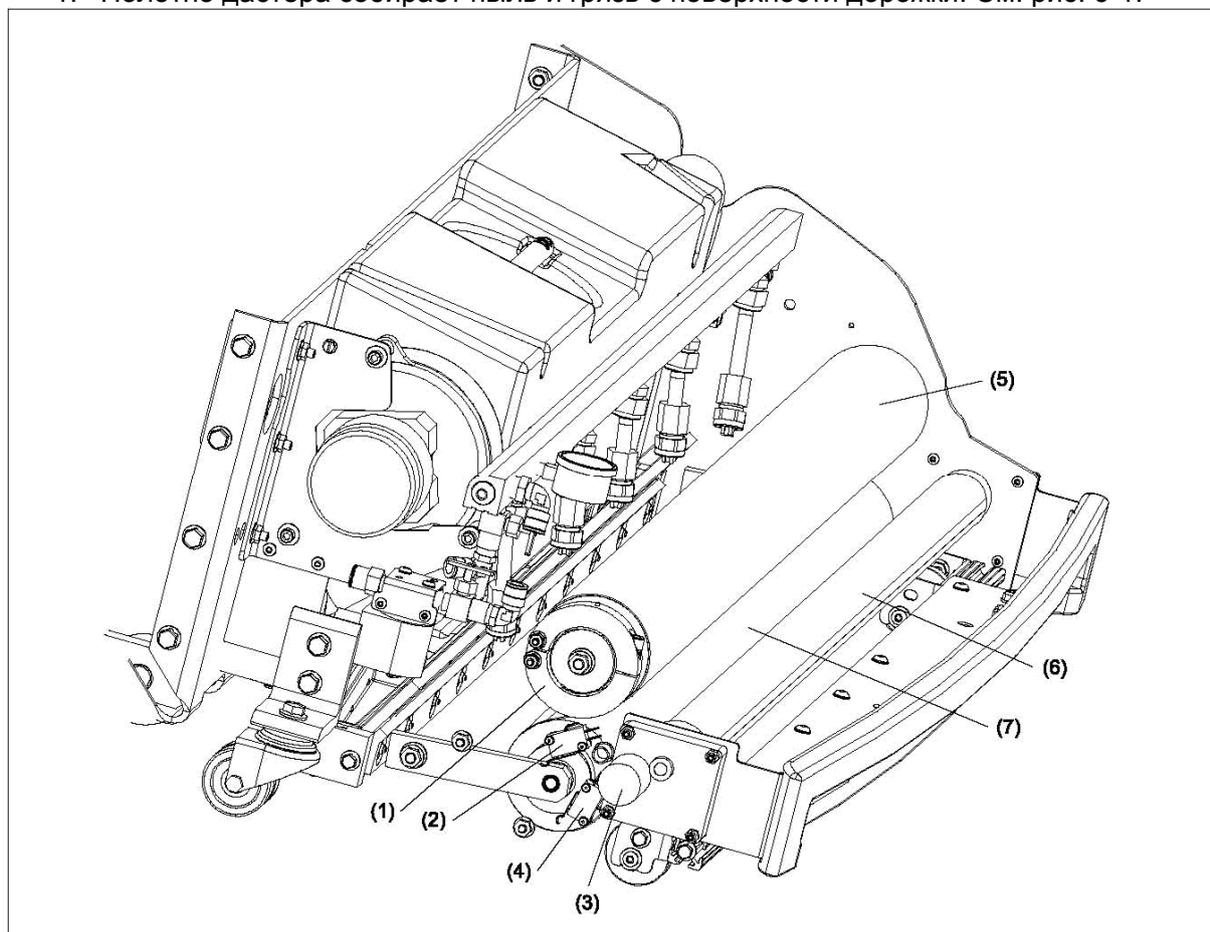

Рисунок 6-1. Система полотна дастера.
1. Полотно дастера собирает пыль и грязь с поверхности дорожки. См. рис. 6-1.